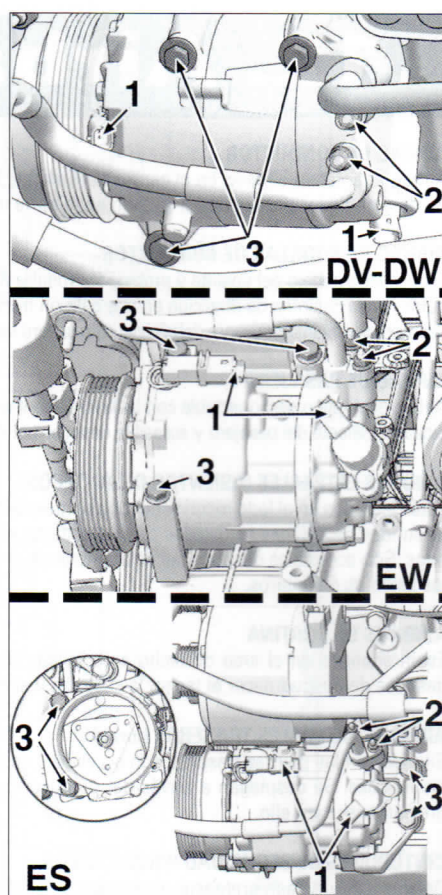

FIG. 19
Sacar los conectores (1) (**fig. 19**)